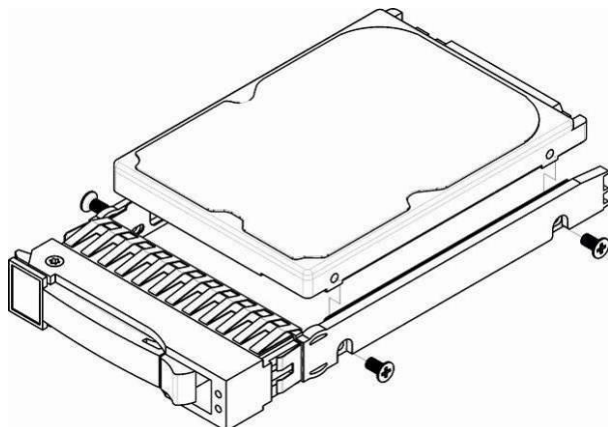

Рисунок 25 – Крепление SATA-диска в лоток направляющих салазок
3. Закрепить диск в лотке направляющих салазок, рисунок 25.